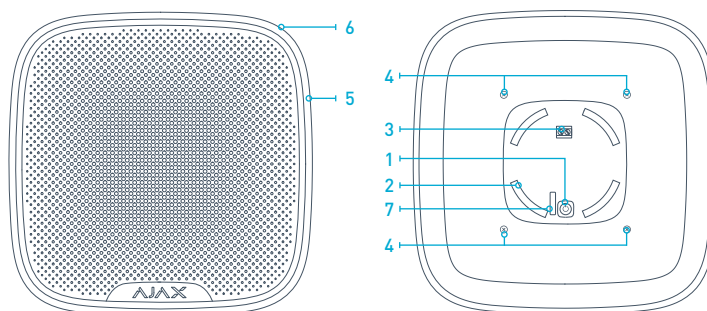
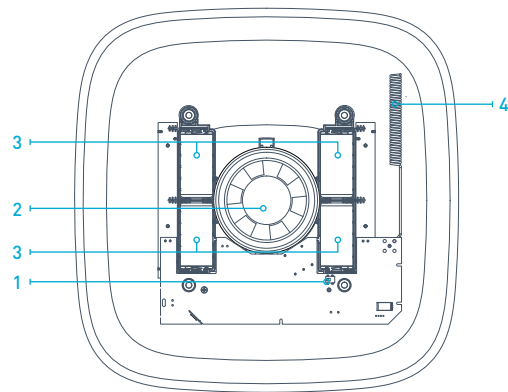

РИС. 1. Сирена
Рис. 3. Батарейный отсек
4.1 Перед установкой сирены обязательно нужно зарегистрировать ее в охранной системе Ajax. Для регистрации сирены необходимо в мобильном приложении Ajax или браузере зайти во вкладку «Устройства» и нажать кнопку «Добавить устройство», а затем выполнять подсказки мастера добавления устройств. В ходе процесса добавления устройств нужно будет включить сирену. Сирена включается/выключается зажатием кнопки «1» (РИС.1) на три секунды. В момент включения исправная сирена должна мигнуть всеми красными светодиодами «5» (РИС.1). Запрос на регистрацию в охранной системе передается только в момент включения сирены! Если регистрация сирены в охранной системе по какой-то причине не произошла, сирена после включения должна 6 раз мигнуть одним светодиодом «6» (РИС.1) с периодичностью раз в секунду, после чего автоматически выключается, быстро мигнув 3 раза всеми светодиодами. После этого сирену снова можно включать. Если сирена была удалена из списка зарегистрированных в охранной системе устройств, то она также мигает светодиодом 6 раз и затем автоматически выключается.
При вскрытии корпуса сирены тревога генерируется всегда и ее невозможно отключить в настройках сирены! При снятии задней крышки сирены для замены батареек, сначала выключите сирену кнопкой «1» (Рис.1), зажав ее на 3 с. При выключении сирена должна включить все светодиоды на 1 с а затем мигнуть ими 3 раза.
6.1 Когда сирена находится в режиме охраны, она сигнализирует об этом при помощи светодиода «6» (Рис. 1), кратковременно мигая им через каждые 30 секунд. По умолчанию функция мигания светодиода выключена, при желании ее можно включить в настройках сирены используя мобильное приложение или браузер.
8.2 Своевременно заменяйте батареи питания на новые! При разряде батарей сирена передает соответствующий сигнал на централь сигнализации. Также, когда батареи разряжены, постановка и снятие сирены с охраны сопровождаются одноразовым включением и плавным гашением светодиодного индикатора. Для замены батарей сначала в настройках сирены отключите тревогу на снятие, затем снимите сирену и выключите ее зажав кнопку включения на 3 секунды. После этого открутите 4 самореза «4» Рис.1 на тыльной стороне корпуса и снимите верхнюю крышку сирены. Замените 4 батареи «battery» (Рис. 3) на новые, типа CR123A, соблюдая полярность. После замены батарей обязательно проверьте работоспособность сирены!